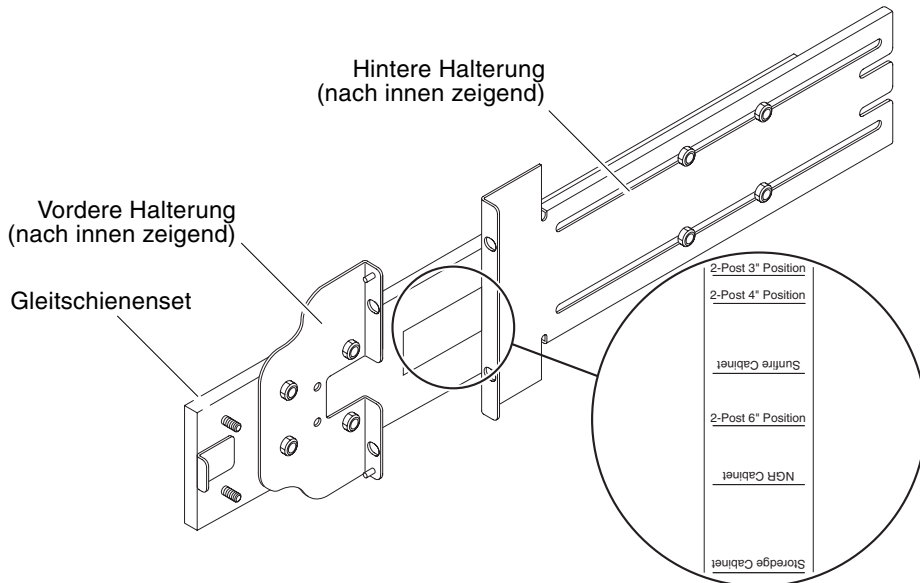

ABBILDUNG 1-5 Gleitschienenmodul – bei einer Installation mit zwei Stützen
Bei Installationen mit zwei Stützen können Sie die Schienenmodule demontieren und später erneut zusammensetzen (ABBILDUNG 1-5). Die Schienenmodule können so für 19-Zoll-Racks mit zwei Stützen und einer Stützentiefe von 7,5 cm bis 15 cm angepasst werden.
3. Drehen Sie die vordere Halterung um 180 °, sodass sie nach innen zeigt, und befestigen Sie sie erneut (ABBILDUNG 1-5).
5. Drehen Sie die hintere Halterung um 180 °, sodass sie nach innen zeigt (ABBILDUNG 1-5).